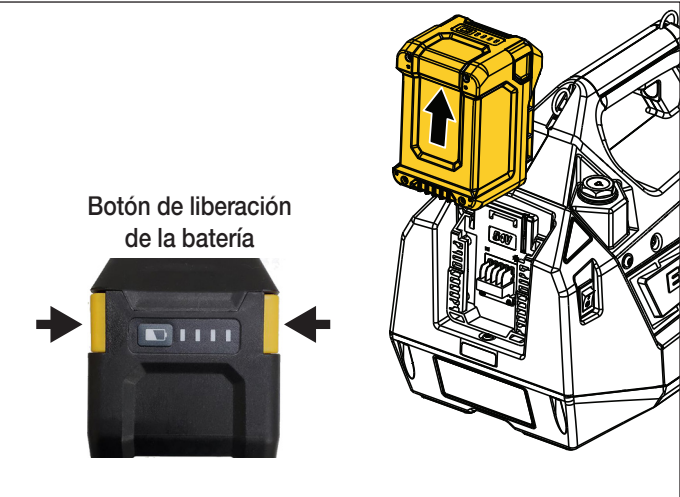

Figura 8: Batería - Retirar
- **Para retirar la batería de la bomba:** Mantenga pulsados los botones de liberación situados a cada lado de la batería. A continuación, deslice la batería hacia arriba y sáquela de la bomba. Véase Figura 8.